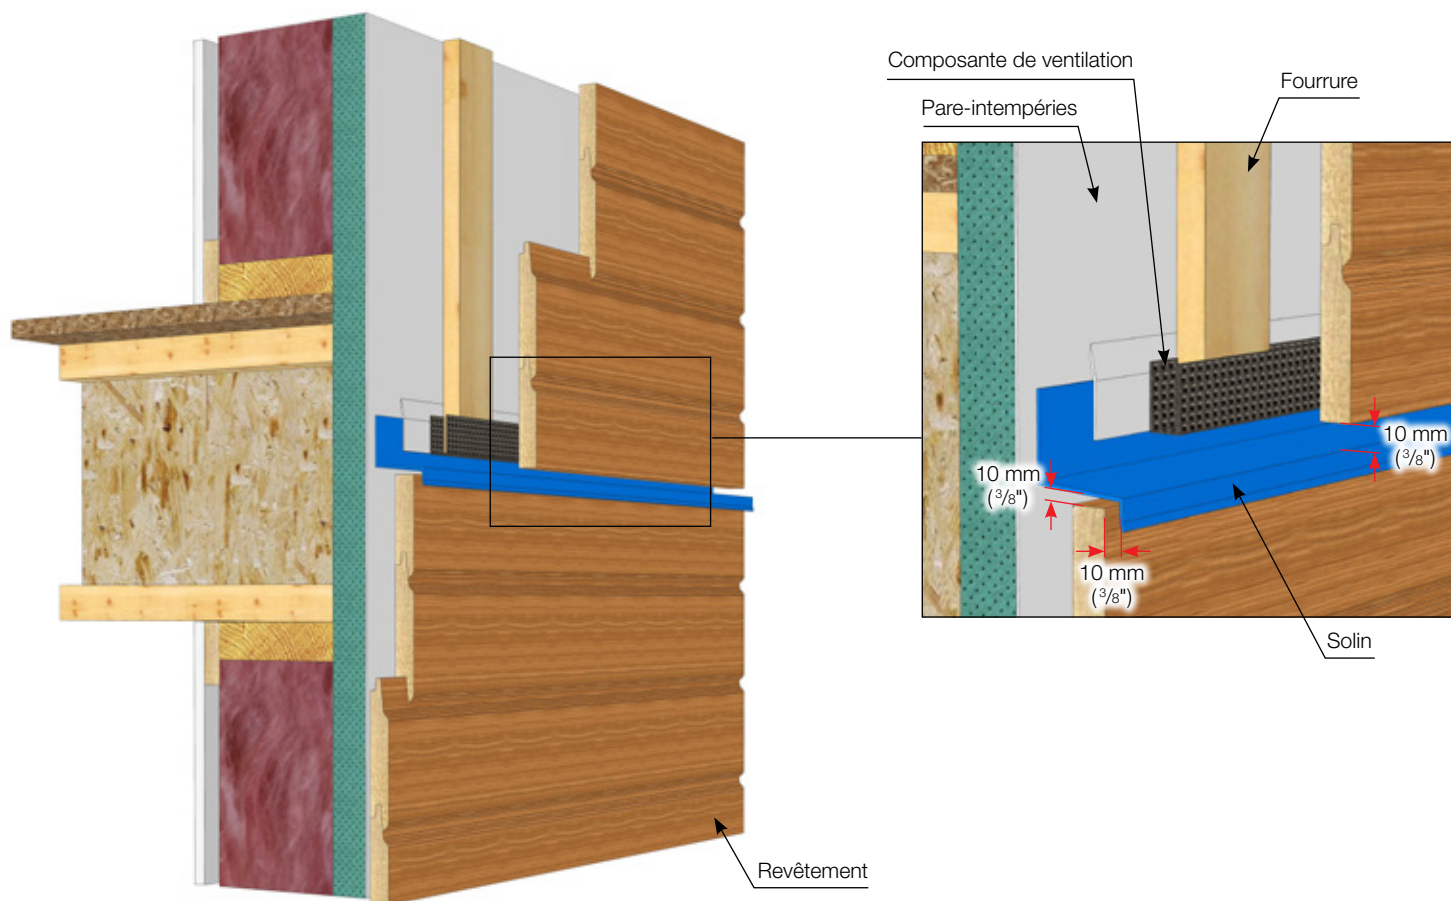

FIGURE 16 • Interruption de la lame d'air pour les surfaces de revêtement excédant 6 m de hauteur
- Soit compartimenter, en interrompant et expulsant la lame d'air par l'intégration de nouvelles ouvertures et sorties d'air à chaque section de mur (maximum de 6 mètres). Se référer à la **Figure 16** pour constater l'impact sur les fourrures de la coupure de la lame d'air au niveau du deuxième plancher.
La pose de doubles fourrures (lattes) telle qu'illustrée ci-dessus crée un espace d'air de 38 mm derrière le revêtement extérieur. Or, pour tout espace d'air de plus de 25 mm sous le revêtement, le Code de construction du Québec 2010 (articles 3.1.11.2. et 9.10.16.2) exige qu'un élément pare-feu, constitué d'un solin en tôle d'acier de 0,38 mm d'épaisseur (article 9.10.16.3. 2a) soit installé au niveau de chaque plancher (article 3.1.11.2. 1a) à l'horizontale, de façon à ce qu'il y ait au plus 20 m de distance horizontale et 3 m de distance verticale entre les pare-feu (article 3.1.11.2. 1c). Ce détail sera semblable à la **figure 16** du guide, mais avec doubles fourrures (doubles lattes).
D'autre part, rappelons que pour un mur dont la surface en plan est de plus de 6 mètres de hauteur, il est requis de recouper la lame d'air par des ouvertures libres de 10 mm ($\frac{3}{8}$ po), tel qu'illustré à la **Figure 16**. Autrement, l'épaisseur de la cavité de drainage et